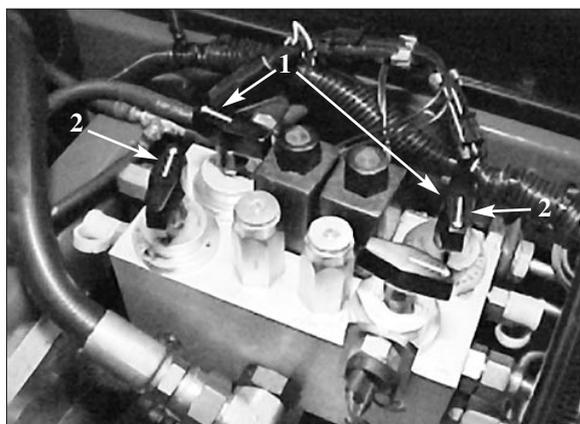

Figure 16
5. Actionner le levier de la pompe à carburant (Fig. 16) jusqu'à ce que le carburant s'écoule régulièrement autour de la vis de la pompe d'injection. Serrer la vis de purge d'air.
4. Régler la vitesse de rotation des cylindres en tournant les boutons (Fig. 16) jusqu'à ce que les flèches indicatrices soient en face du chiffre correspondant au réglage recherché.